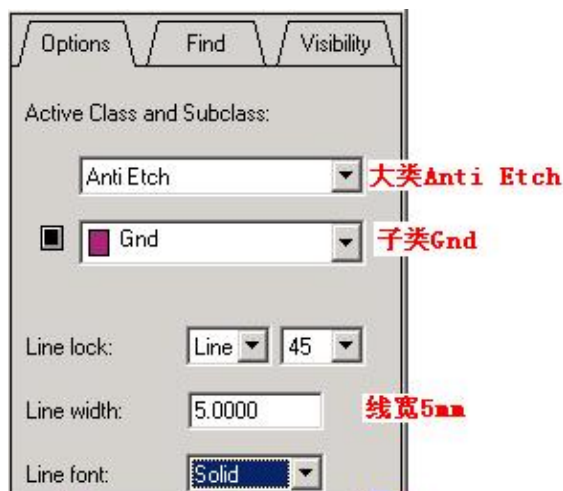

图 3.19 划分 GND 区线的参数设置窗口
4. 选择命令 **Add=>Line** 或者点击工具栏图标 “” 参数参照下图 3.19 进行设置